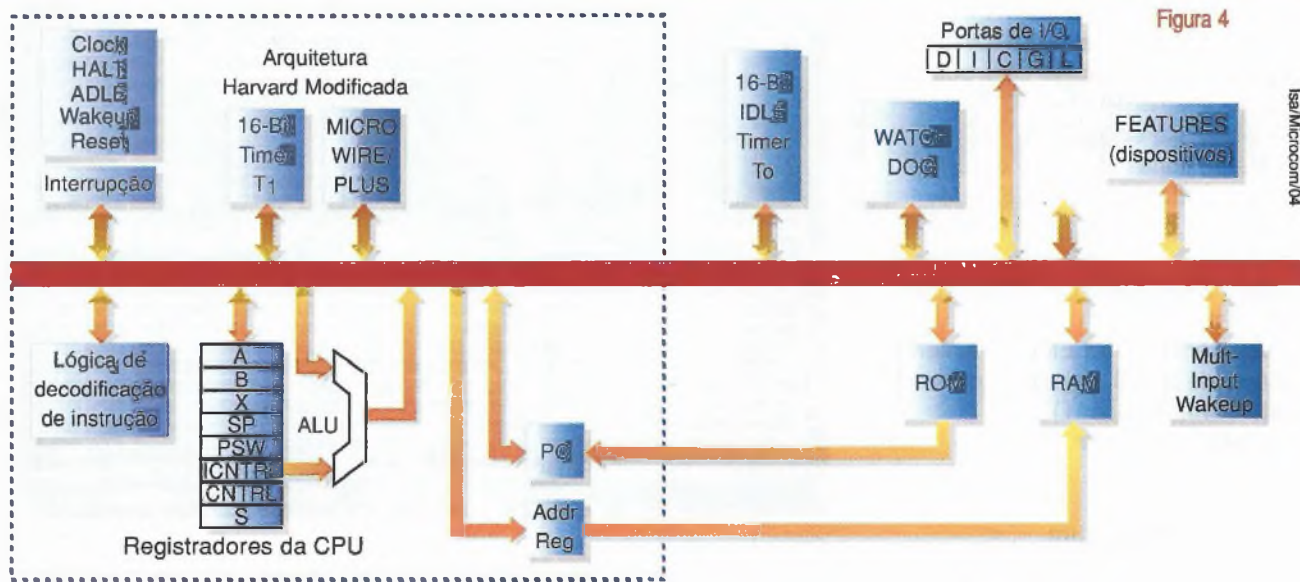

Figura 4
Como já dissemos anteriormente, o COP8 possui uma arquitetura HARVARD modificada, se analisarmos a figura 4, observaremos a arquitetura do COP8SAX com os seus barramentos de endereços de ROM e RAM separados e a presença do acumulador (A) que armazena o resultado de todas as operações aritméticas e também a presença dos registradores de índice (X e B), que podem ser utilizados para endereçar qualquer posição de memória ROM e RAM. Essa flexibilidade de endereçamentos em conjunto com a possibilidade de implementar várias chamadas de subrotinas facilita muito na programação, utilizando compilador para linguagem C.